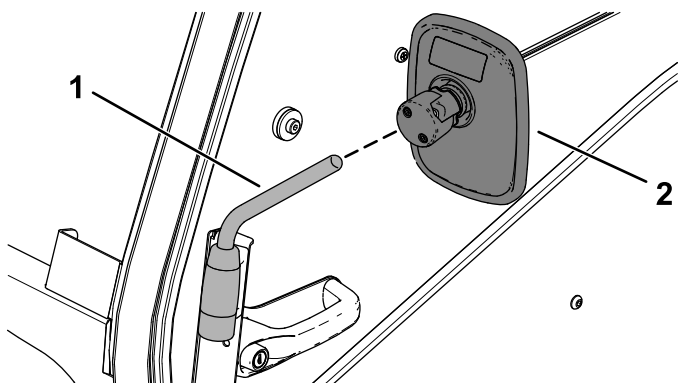

Figura 6
8. Coloque el retrovisor en el brazo del retrovisor y ajuste el retrovisor al ángulo deseado (Figura 6).